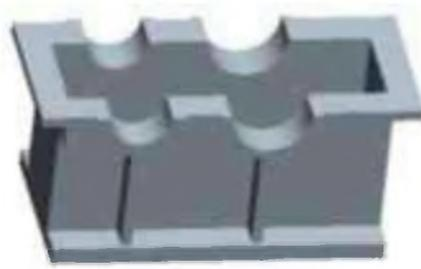

图 1-27
4) 在拉伸界面的“深度”对话框中选择 ，并选择去除材料按钮，输入拉伸长度为 196，单击鼠标中键完成顶板实体的绘制，如图 1-27。